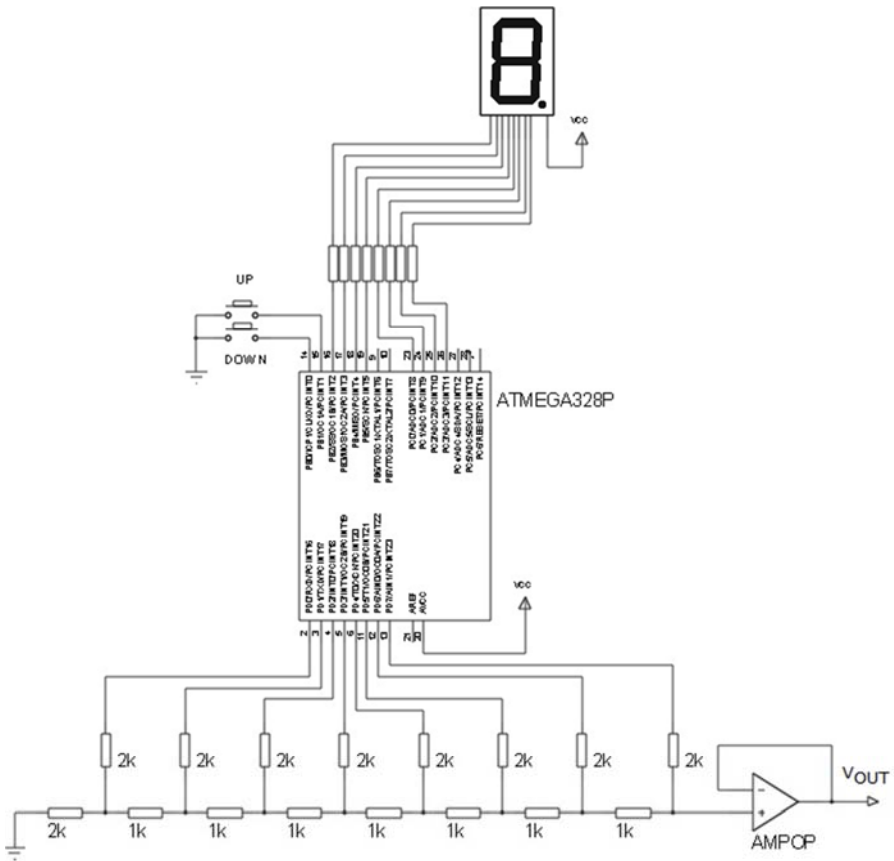

Fig. 13.6 – Circuito para o exercício 13.3.
13.3 – Empregando uma rede $R/2R$, faça um programa para gerar uma rampa de tensão com o ATmega328. O nível da tensão de saída pode ser controlado por dois botões e um *display* de 7 segmentos pode sinalizar o nível de tensão de saída, conforme fig. 13.6.